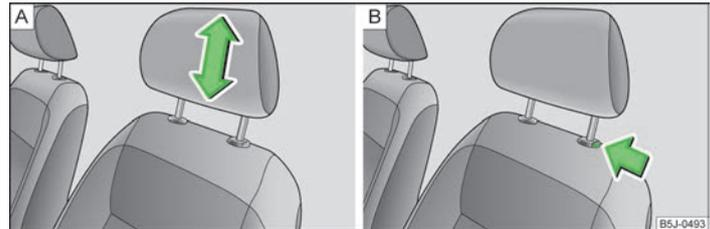

Abb. 40 Kopfstütze: Einstellen / Ausbauen
- Die Kopfstütze seitlich mit beiden Händen anfassen und diese je nach Wunsch nach oben schieben » Abb. 40 - **A**.
- Möchte man die Kopfstütze nach unten verschieben, dann die Sicherungstaste » Abb. 40 - **B** mit einer Hand drücken und gedrückt halten, und mit der anderen Hand die Kopfstütze nach unten drücken.
- Die Sicherungstaste in Pfeilrichtung drücken » Abb. 40 - **B** und die Kopfstütze herausziehen.